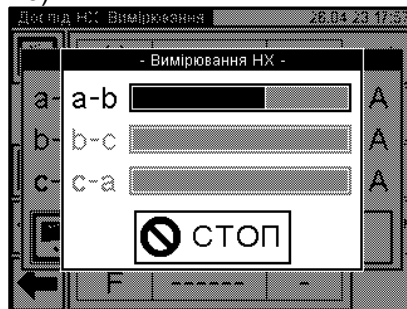

Рисунок 6.25
10) Після завершення установки напруги натиснути на кнопку  **Вимірюван.** (рисунк 6.24) для запуску власне вимірювання по вказаним фазам. На екрані з'явиться вікно, яке демонструє динаміку вимірювання (рис. 6.25).